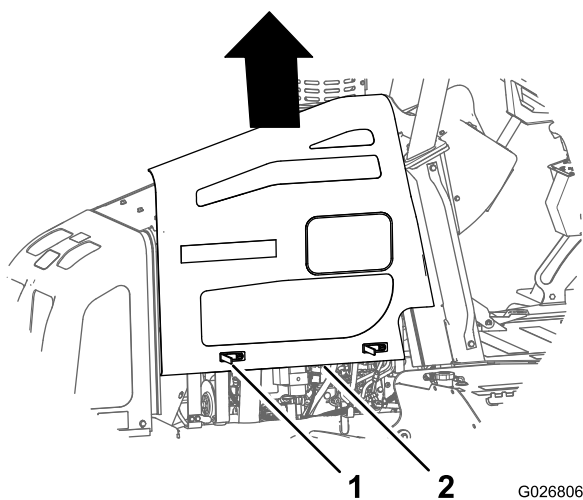

Рисунок 61
4. Поднимите панель вверх и снимите ее с машины (Рисунок 61).